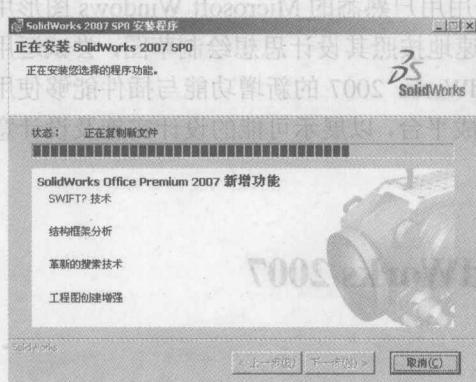

图 1-3 安装画面
- (7) 单击“下一步”按钮，选择是否安装 Windows Desktop Search。
- (8) 单击“下一步”按钮，选择是否参与客户经验反馈计划。
- (9) 单击“下一步”按钮，安装向导做好安装准备。单击“安装”按钮，则程序开始安装。如图 1-3 所示。